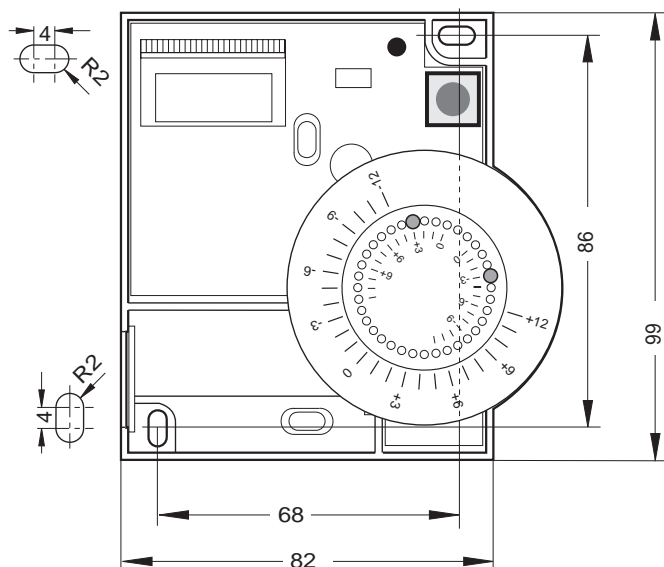

Bild 4: Bohrschablone und Stellradposition
In Bild 4 sind die Stifte z. B. gerade so eingesteckt, daß sich das Stellrad nur um ± 3 °C um den Nullpunkt verstellen läßt.
8. Prüfen Sie, ob sich das Stellrad in der in Bild 4 gezeigten Position befindet.
9. Wenn das Stellrad sich nicht in der in Bild 4 gezeigten Position befindet:
5. Prüfen Sie, ob sich das Stellrad in der in Bild 4 gezeigten Position befindet.
6. Wenn das Stellrad sich nicht in der in Bild 4 gezeigten Position befindet: